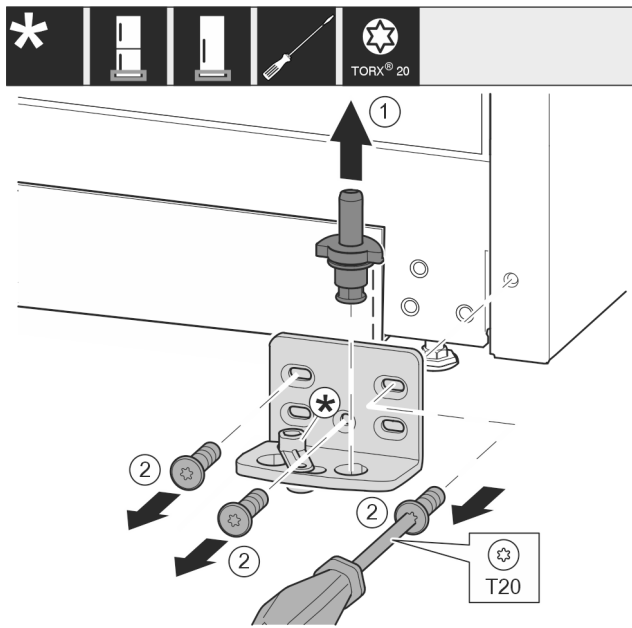

Fig. 13
- ▶ Wyjąć kompletny trzpień zawiasu Fig. 13 (1) w górę.
- ▶ Wykręcić śruby Fig. 13 (2) śrubokrętem i zdjąć płytkę zawiasu.